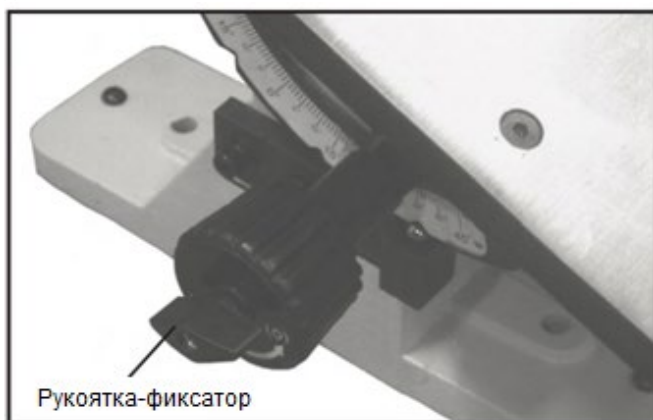

Рис. 02
1. Ослабьте рукоятку-фиксатор (рис. 02) и сдвиньте рабочий стол в положение 90°. Затяните рукоятку-фиксатор и поместите угольник рядом с рабочим столом и шлифовальным диском. Угольник должен опираться на рабочий стол и шлифовальный диск.